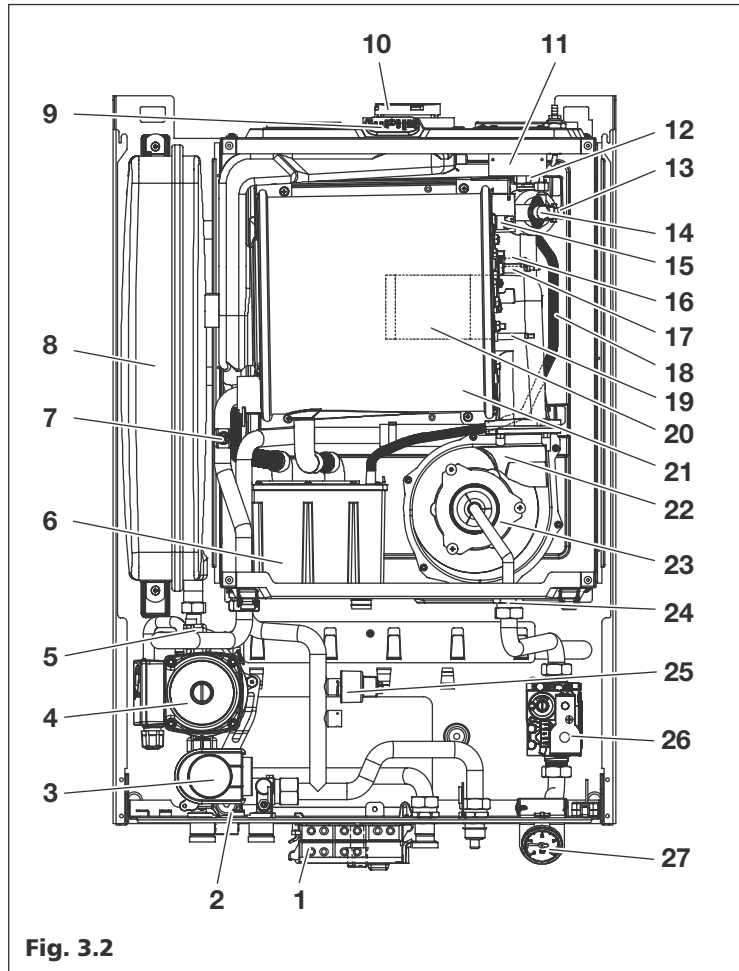

Fig. 3.2
**Descrizione componenti principali Mynute Rain Green R.S.I. (Fig. 3.2)**